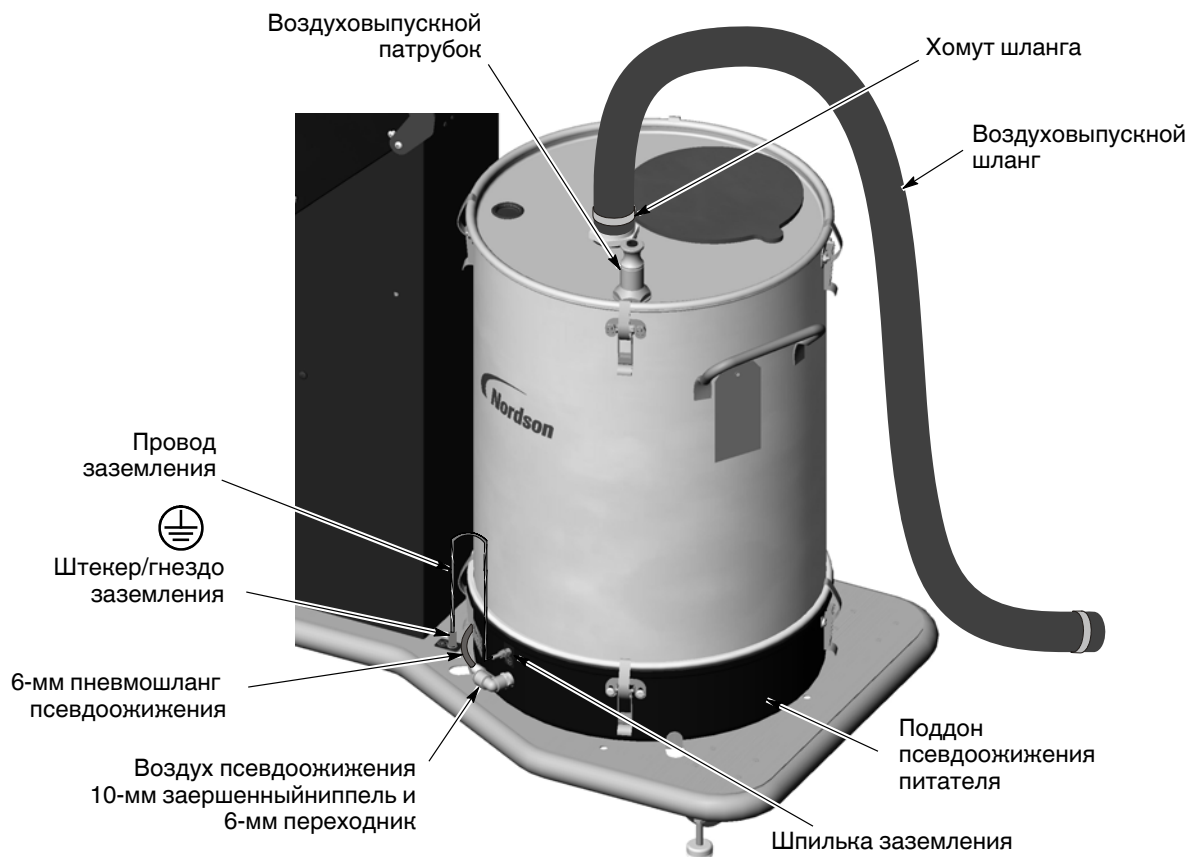

Рис. 3-2 Установка питателя на тележке передвижной системы
1. См. рис. 3-2. Освободить застёжки крышки питателя, снять выпускной воздушный шланг и его хомуты.